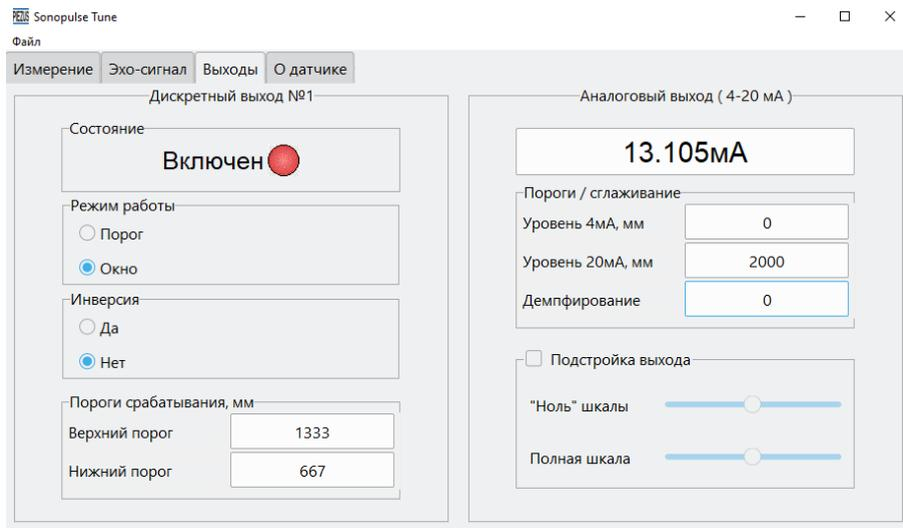

Рисунок 2.4 – Пример вида вкладки «Выходы».
5) На вкладке **«Выходы»** отображаются настраиваемые параметры работы дискретного и аналогового (или второго дискретного, в зависимости от исполнения) выходов (**рисунок 2.4**).